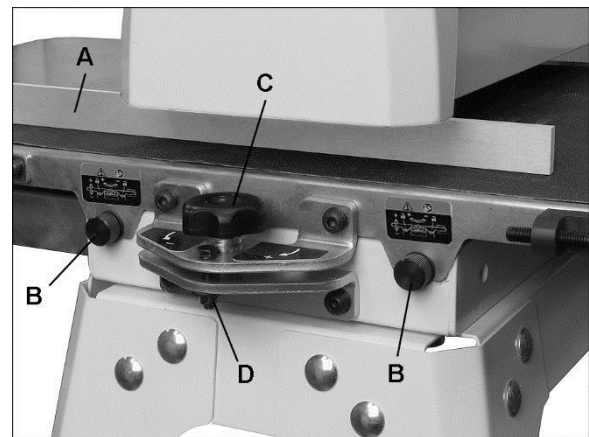

Figure 8-3: Alignement du cylindre
- Insérez la jauge entre le cylindre et la table du convoyeur du côté externe du cylindre (A, Figure 8-3).
- Desserrez les deux vis de verrouillage de la table (B, Figure 8-3)
3. Si une bavure est visible là où le cylindre chevauche, abaissez légèrement la table sur l'extrémité externe en tournant le bouton (C, Figure 8-3).
Remarque : Pour un matériau à poncer réduit (inférieur à 406 mm), retournez la table du convoyeur en position parallèle. Tournez le bouton en direction opposée jusqu'à ce que le contre-écrou (D, Figure 8-3) soit touché. Le contre-écrou fait butée pour le parallélisme de la table.